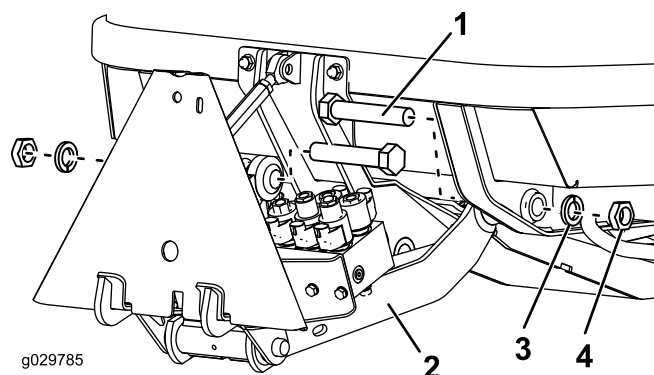

**Figure 2**
**Remarque:** Positionnez le support de vérin comme montré à la Figure 2.